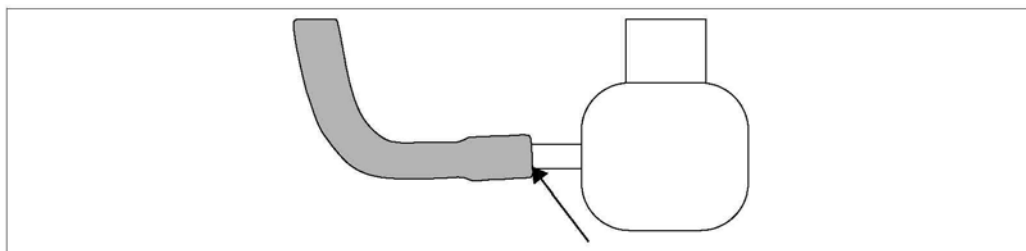

Рис. 18: Выявление утечек
2. Небольшой мягкой щеткой нанесите раствор на соединения газопровода и стеклянных сосудов, реактора и ИК-анализатора (Рис. 18).